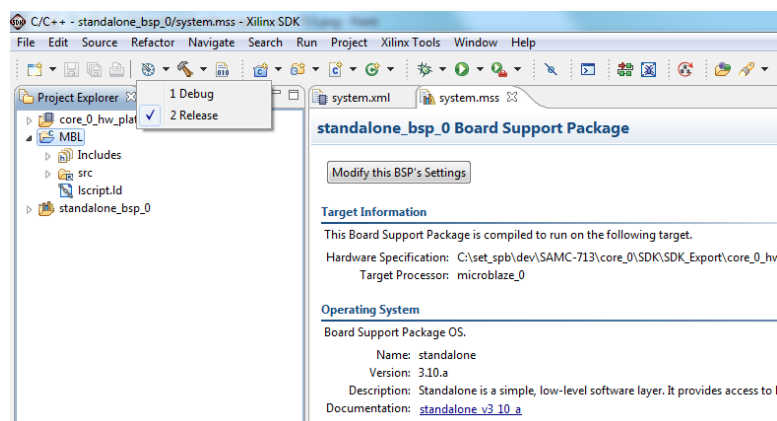

Рисунок 3-13: Сборка проекта в Xilinx SDK
1. Выберите в окне «Project Explorer» проект «MBL» (см. рисунок 3-13), и установите необходимый режим компиляции: «Debug» или «Release».